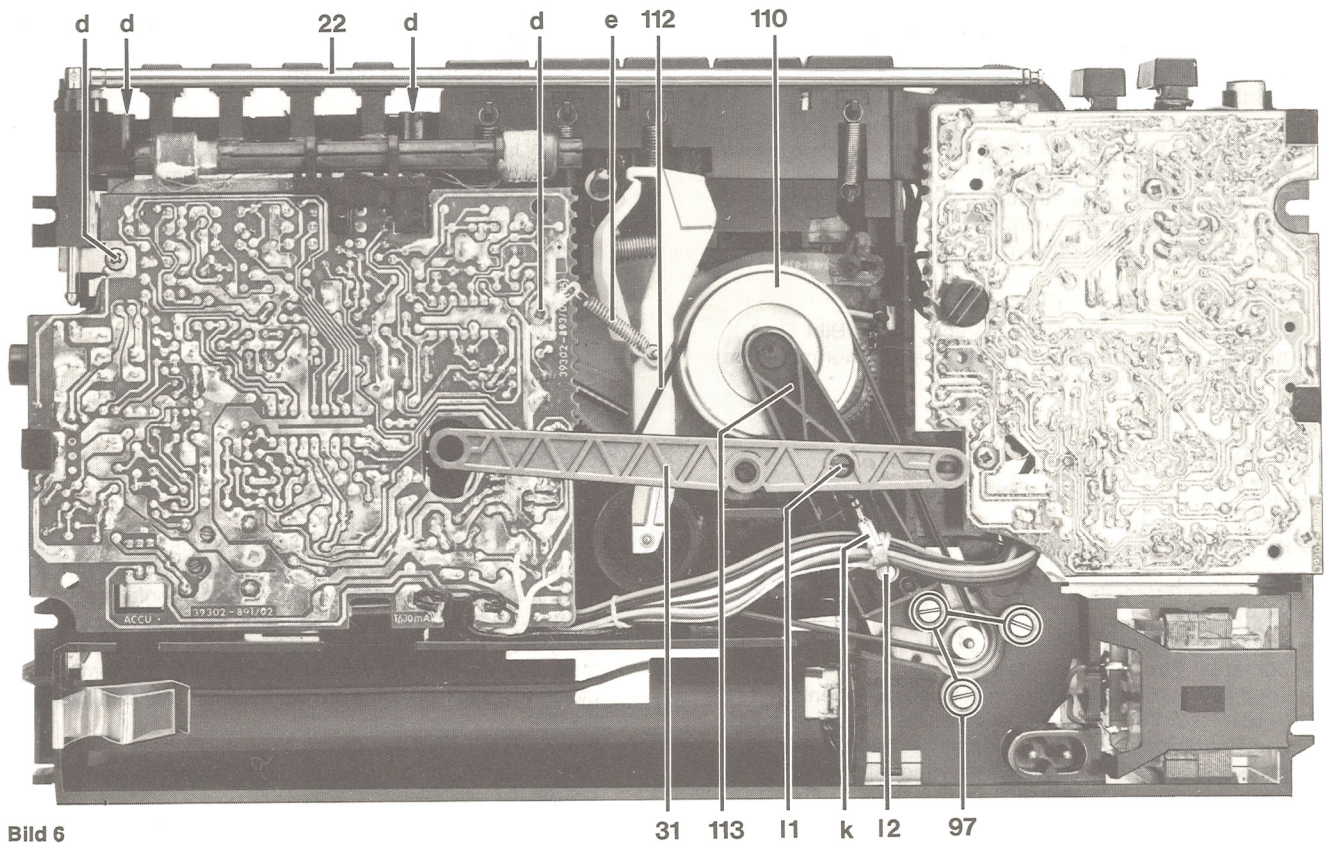

Bild 6
8. Motor wechseln (Bild 6)
13. Schwungscheibe ausbauen (Bild 6)
14. Axialspieleinstellung der Schwungscheibe (Bild 6)